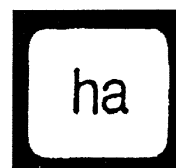

fig.11
4.3.4 De toets "oppervlakte" (fig.11)